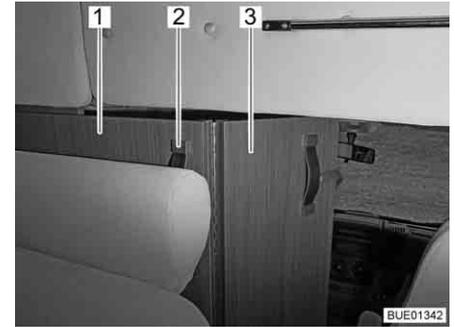

Fig. 57 Separação da cabina do condutor
- Agarre na separação da cabina do condutor (Fig. 57,1) pela pega (Fig. 57,2) e puxe-a para dentro até o canto da separação da cabina do condutor estar mais ou menos à altura do encosto do banco (Fig. 57).
- Desdobre a parte articulada da separação da cabina do condutor (Fig. 57,3) entre os bancos da cabina do condutor.